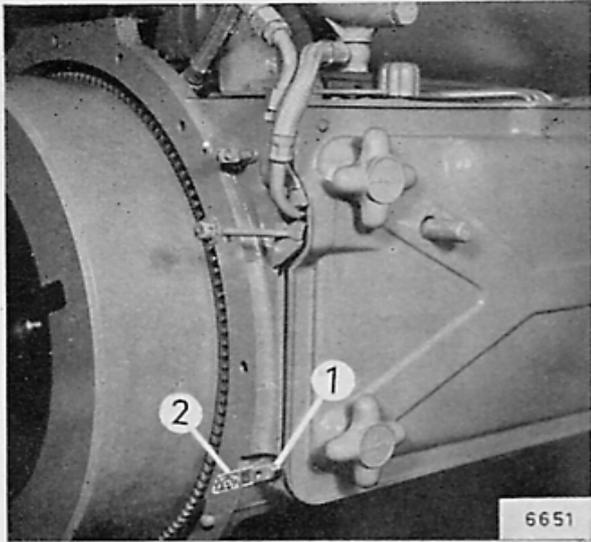

Fig. 9
2. Amenez le levier de changement de régime 1 (Figure 9) en position  $\frac{1}{4}$  du régime de marche (2) soit avec la manette ou la pédale d'accélérateur.
2. Amenez le levier de changement de régime (1) Figure 9 en position  $\frac{1}{4}$  du régime de marche (2) soit avec la manette ou la pédale d'accélérateur.